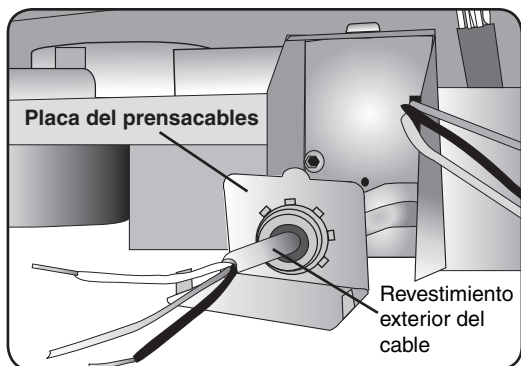

Figura 30
- 2 Pase el cable de alimentación eléctrica a través del prensacables como se muestra en la **Figura 30**. Asegúrese que el revestimiento exterior del cable pase cerca de 1/2" (13mm) a través del prensacables.